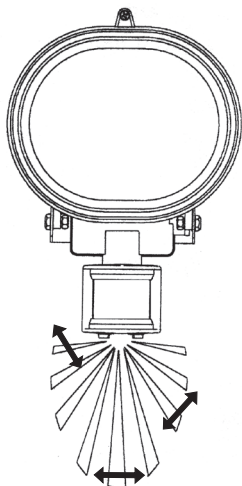

Fig. 1B
- Bei der Wahl des Platzes für den Scheinwerfer beachten, dass eine Bewegung quer zum Überwachungsbereich schneller zum Einschalten des Scheinwerfers führt als eine Bewegung zum Sensor hin oder von diesem weg (Abb. 1B,C).
3. Eine zweite Person zur Hilfe hinzuziehen. Diese muss sich quer zum Überwachungsbereich bewegen. Den Winkel des Sensors vorsichtig verstellen, bis der Scheinwerfer von der sich bewegenden Person aktiviert wird (Abb. 1B).